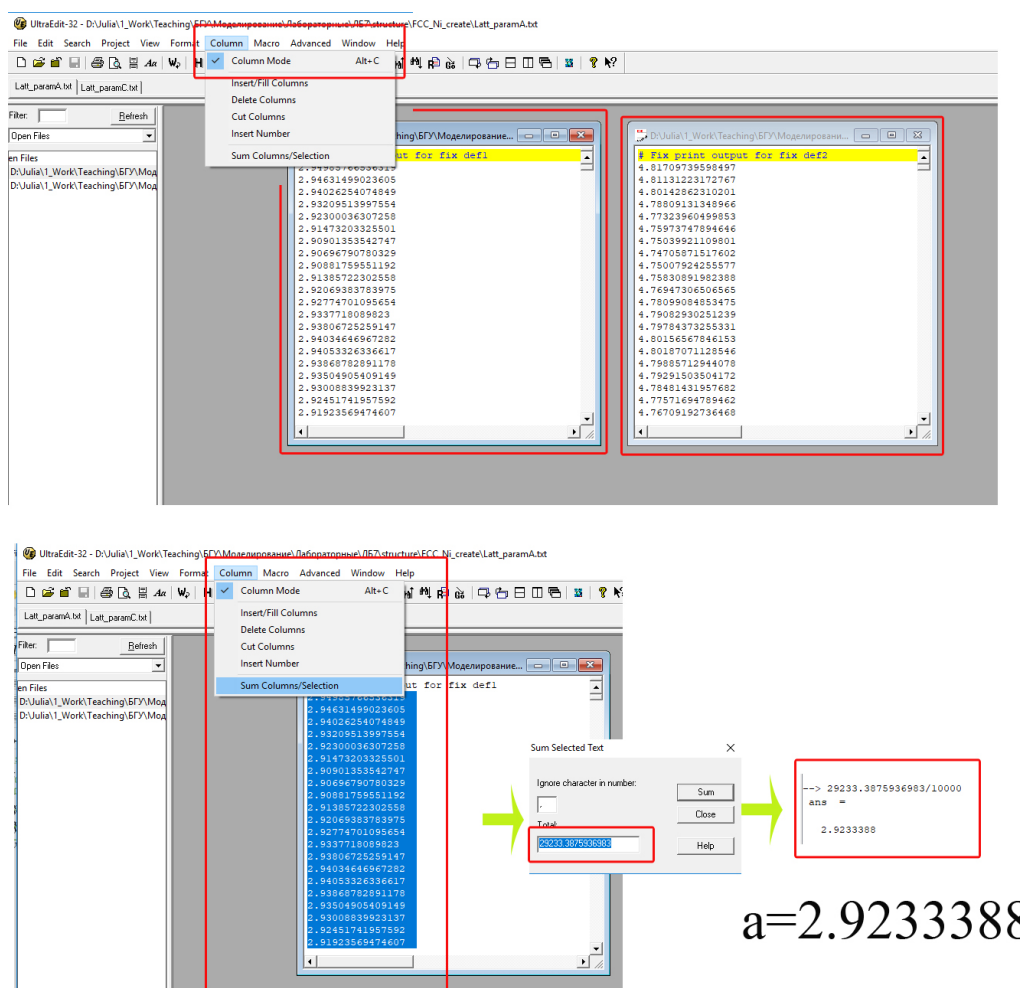

Рис. 7: Расчет усредненного параметра.
2. В программе UltraEdit откроем два файла, как показано на рис. 7.
параметра решетки a . Далее, чтобы получить параметр решетки a при 0°C необходимо сумму разделить на 10000 (количество записанных в столбец значений). В примере на рис. 7 это сделано с помощью SciLab. Вы можете воспользоваться любой удобной для вас программой. Значение параметра занесите в таблицу 1. Аналогичным образом рассчитайте усредненный параметр c и занесите в таблицу 1. В результате будет найден параметр, осредненный за каждые 10 шагов моделирования.